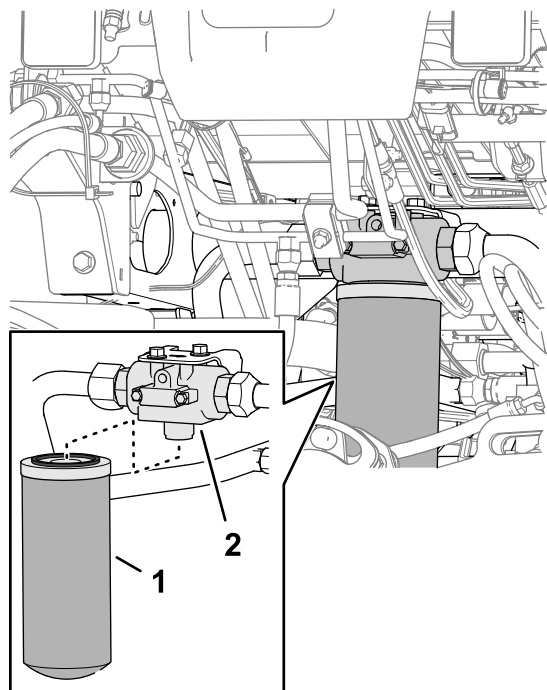

図 145
2. 機体前側で、戻りオイルフィルタの下にオイル受けを置く **図 145**。